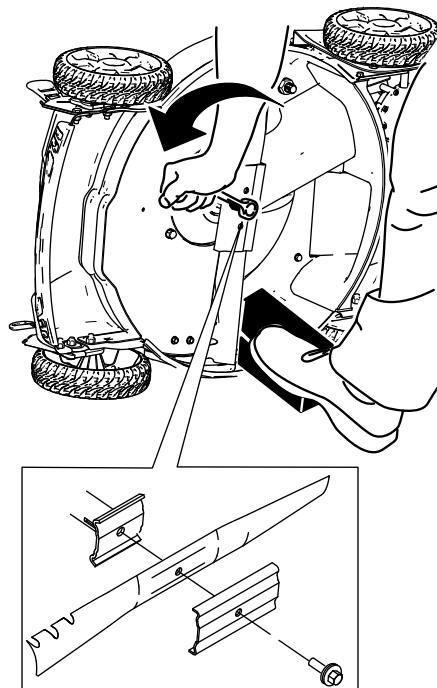

Рисунок 1
- Используйте деревянную подкладку для неподвижного удерживания ножа (Рисунок 1).
- Снимите нож, сохранив все крепежные детали (Рисунок 1).